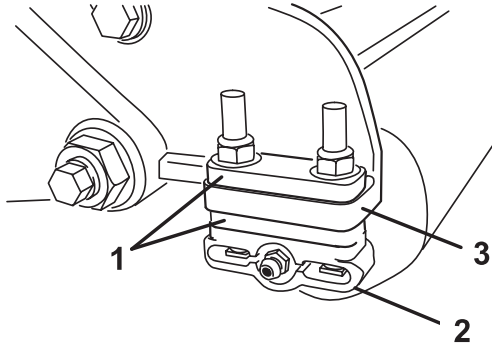

Bild 9
1. Stellen Sie die Halterungen der hinteren Rolle (Bild 9) auf die gewünschte Schnitthöhe ein.
- Legen Sie die gewünschte Anzahl der Distanzstücke unter den Befestigungsflansch der Seitenplatte (Bild 9) gemäß der Tabelle für die Schnitthöhe auf Seite 11.